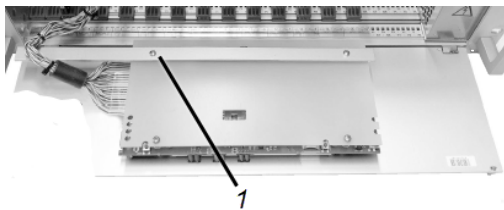

Abbildung 77
- b. Die Schutzschiene muss mit 2 Schrauben M3x10 (Drehmoment 1 Nm) an der Frontabdeckung des MDO20 befestigt werden, siehe Abbildung 77.